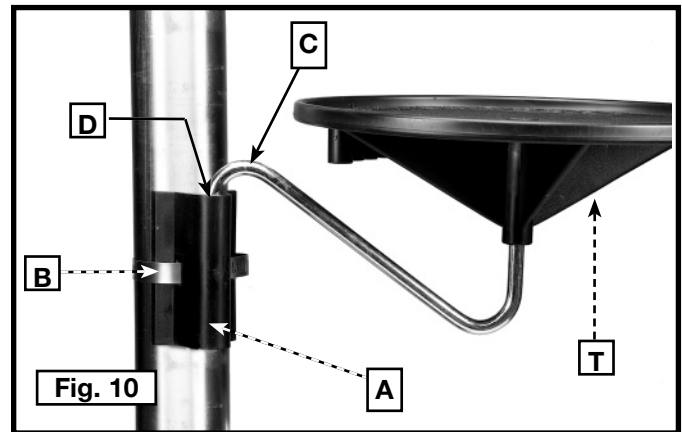

Fig. 10
5. Placer le support de fixation (A, fig. 10) sur la colonne.
REMARQUE : S'assurer que le support de fixation (A, fig. 10) est du côté opposé de la colonne par rapport à la crémaillère (F, fig. 8).
6. Insérer le collier de serrage (B, fig. 10) sur le support de fixation puis sous la crémaillère et autour de la colonne. Serrer solidement le collier de serrage sur le flexible.
7. Insérer le bras de montage (C) dans le trou du support (D, fig. 10) et attacher le table (T) au bras de montage.